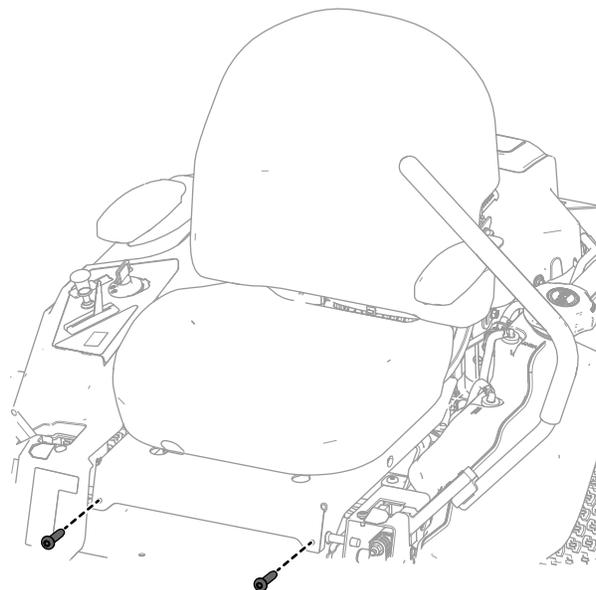

Figura 5
1. Fissate il gruppo della base del sedile sull'asta di rotazione con i 2 bulloni rimossi in precedenza (Figura 5).